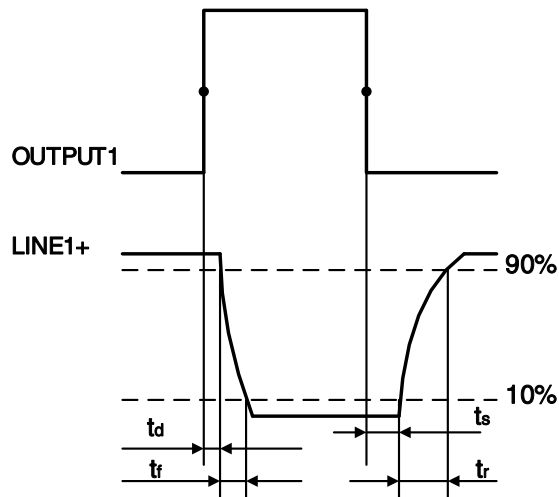

图 7-4 光耦隔离输出电路参数
- 上升沿延时=tr+td: <math><50\mu\text{s}</math> (0°C~45°C), 参数说明见图 7-4
- 下降沿延时=ts+tf: <math><50\mu\text{s}</math> (0°C~45°C), 参数说明见图 7-4
- 上升沿延时=tr+td: <20μs (0°C~45°C), 参数说明见图 7-4
- 下降沿延时=ts+tf: <20μs (0°C~45°C), 参数说明见图 7-4